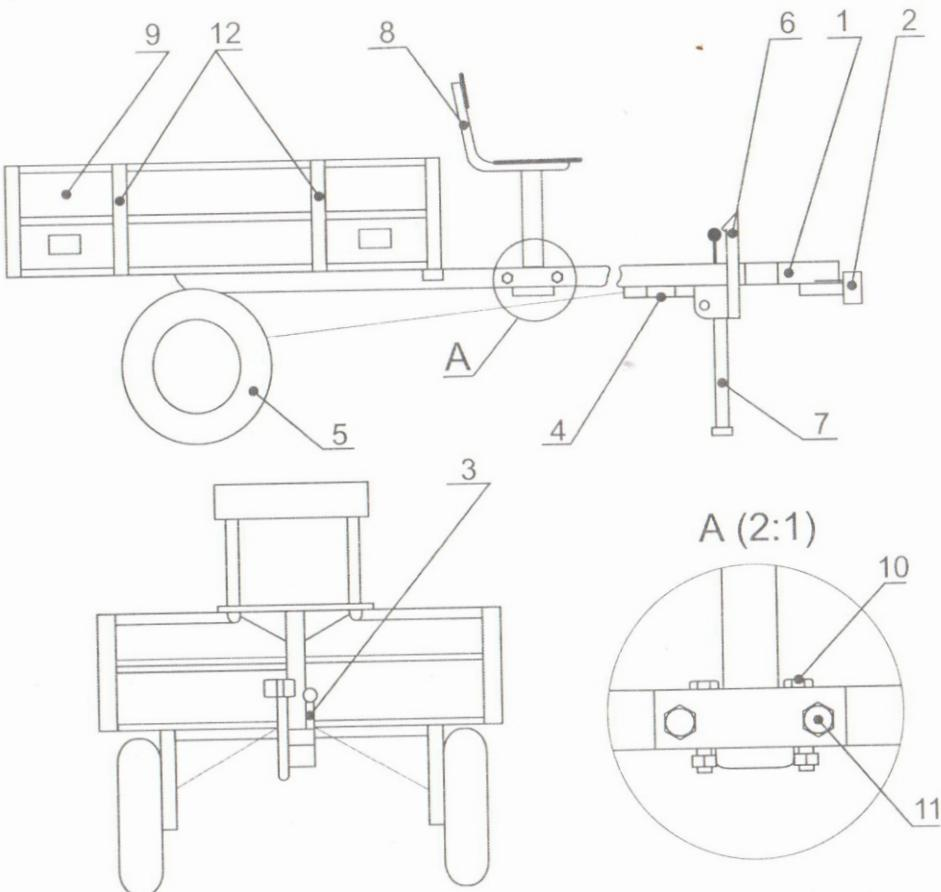

Рис. 1
3.1 Тележка прицепная ТПМ одноосная, не подрессорена, общий вид тележки представлен на рис. 1. Кузов (9), опрокидывающийся (вручную) металлический с открывающимся, съемным задним бортом. У переднего борта устанавливается сидение для оператора.